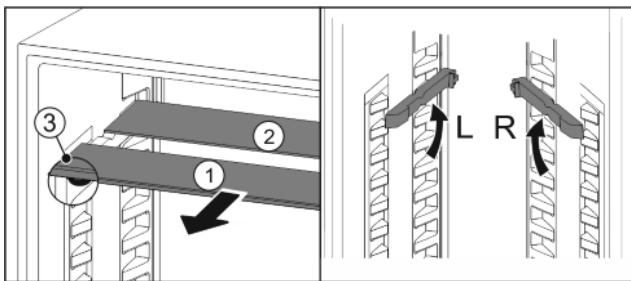

Fig. 20
- Издърпайте Fig. 20 (1) поотделно стъклените площи напред.
- Стъклената плоча Fig. 20 (1) с ограничителя на изтеглянето е отпред.
► Ограничителите сочат надолу Fig. 20 (3).